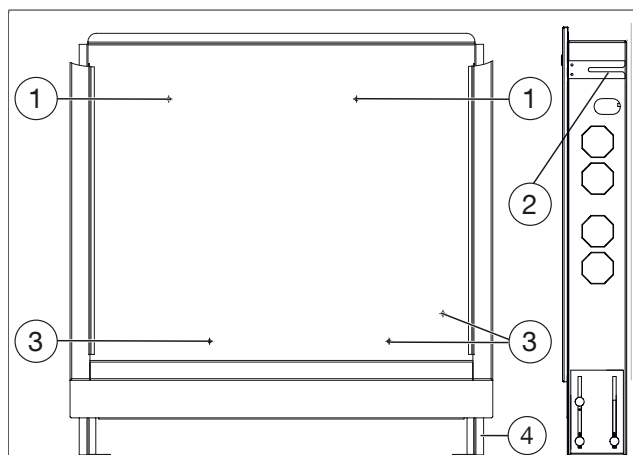
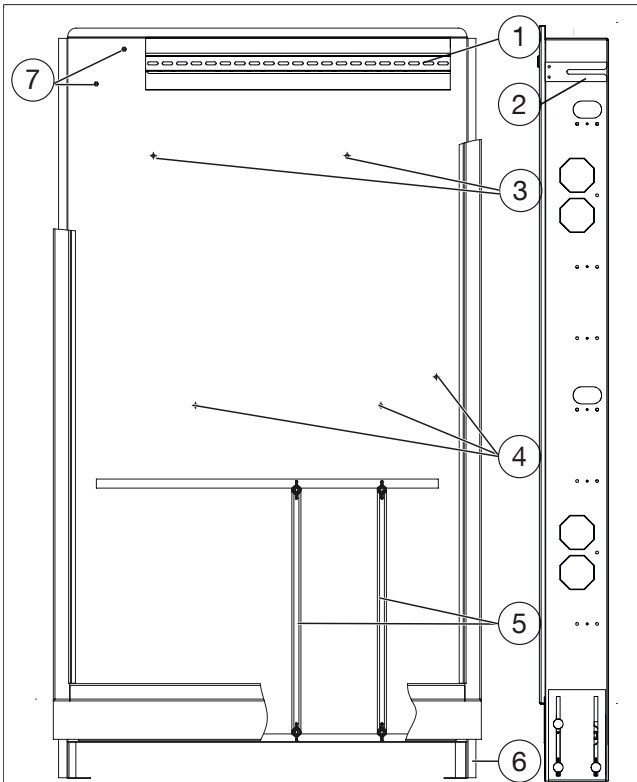

Fig. 1: Construction coffret pour pose encastrée 1344596
Fig. 2: Construction coffret pour pose encastrée 1344598 et 1344599
5. Fixer le coffret aux pieds et aux étriers (voir Fig. 1 auf Seite 26 (2) et Fig. 2 auf Seite 27 (2)).